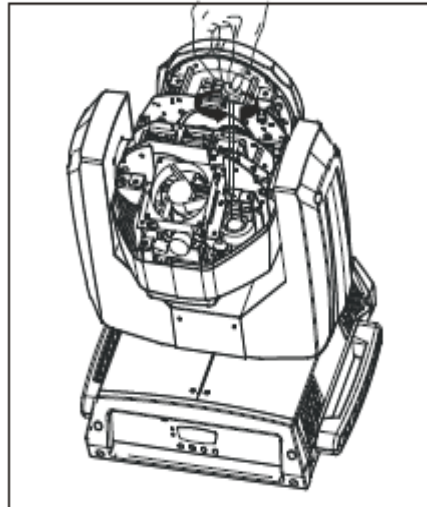

Figura 2
2. Coloque la cabeza como en la figura 2 y quite el ventilador de la lámpara de la parte posterior.